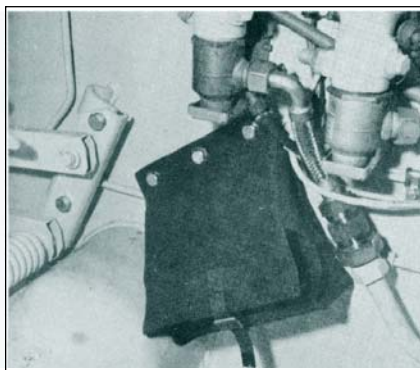

Fig 3-15. Bolsa para conjunto telefônico
(9) Bolsa para conjunto telefônico. (Fig 3-15)